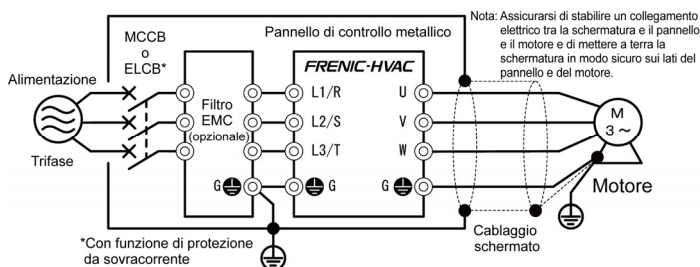

Figura 8.3 Installazione all'interno di un pannello
- 5) Quando si utilizza un filtro EMC (opzionale) collegato esternamente, posizionare l'inverter e il filtro su una piastra metallica con messa a terra, ad esempio la superficie di un pannello, come mostrato in Figura 8.3. Se il disturbo emesso supera gli standard, posizionare l'inverter e ogni altra apparecchiatura periferica all'interno di un pannello di metallo. Per maggiori informazioni su come usare l'inverter insieme al filtro, consultare la Tabella 8.4.
Si ricorda che il collegamento alle linee di alimentazione industriali a bassa tensione costituisce un'eccezione (osservare la Figura 8.3).